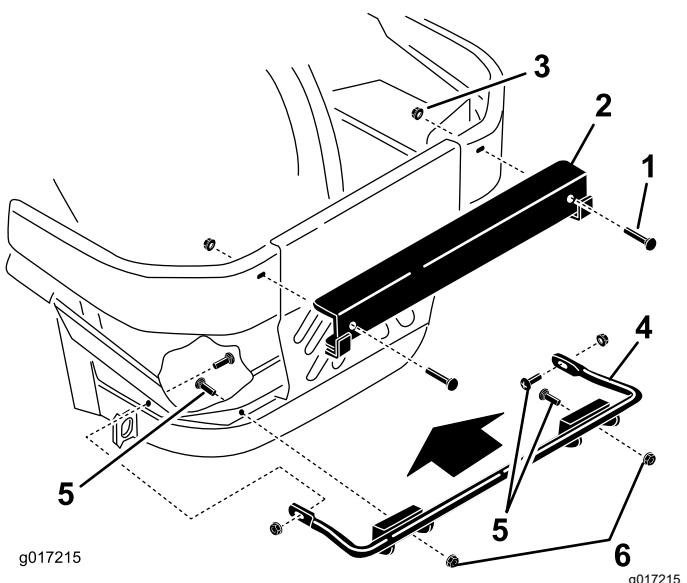

Figura 6
prensada (arandela grande – $\frac{3}{8}$ "'), según se muestra en Figura 6.
- Instale el soporte de montaje superior en los parachoques laterales derecho e izquierdo con 2 pernos de cuello cuadrado ($\frac{1}{2}$ " x $2\frac{1}{2}$ ") y 2 tuercas con arandela prensada ($\frac{1}{2}$ "), según se muestra en Figura 6.